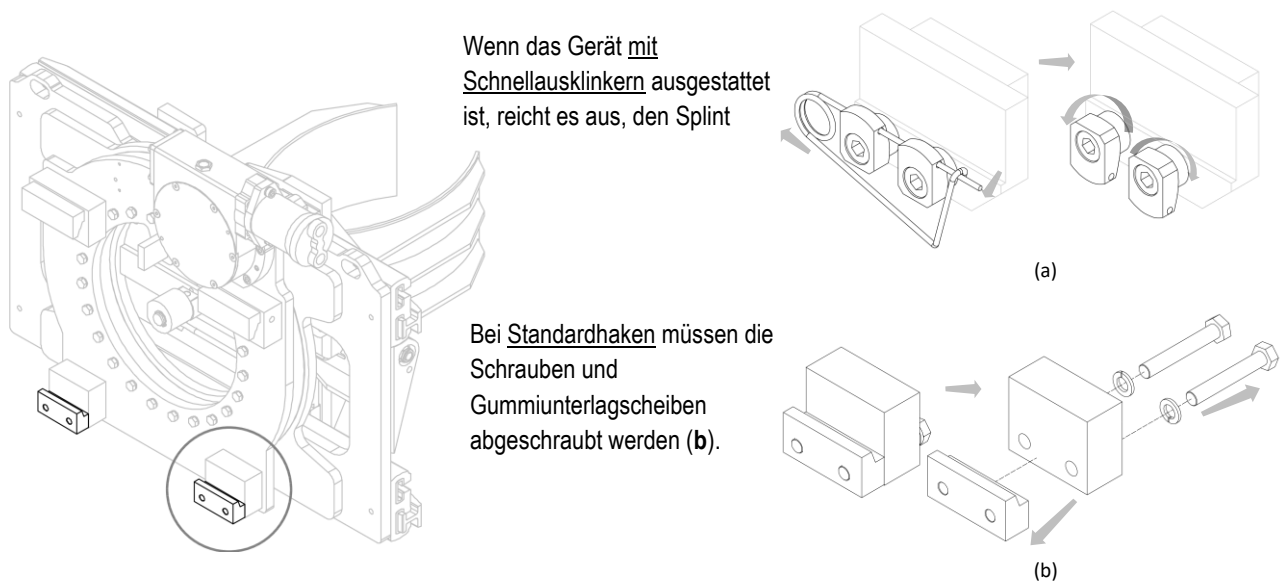

Abbildung 2
4. Nehmen Sie die Innenbacken vom Gerät ab (siehe *Abbildung 2*).